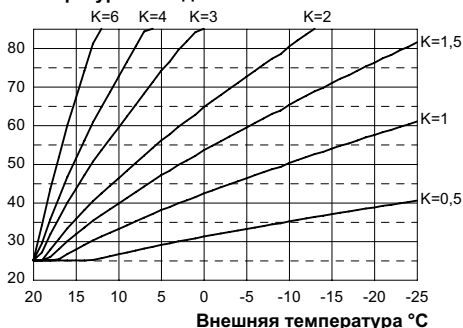
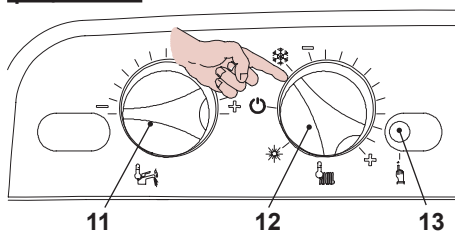

Рисунок 5.57
Рисунок 5.58
При подключении внешнего датчика с целью оптимизации температуры на нагнетании, данный параметр необходимо настроить с учетом производительности системы (Рисунок 5.57).
Например, чтобы обеспечить в системе отопления температуру нагнетания, равную 60 °C, когда внешняя температура равна -5 °C, необходимо установить коэффициент K на 1,5 (пунктирная линия, см. Рисунок 5.57).
- Установите регуляторы 11 и 12 так, как показано на рисунке, см. Рисунок 5.58.
- Для настройки коэффициента К, определенного Рисунок 5.57, войдите в режим программирования, нажав и удерживая в течение 15 секунд кнопку перезапуска **13**, см.Рисунок 5.58 до появления параметра **P01** на ЖК-дисплее; на ЖК-дисплее последовательно отобразятся следующие символы (параметр **P01** будет загораться поочередно с ---).
- Нажмите кнопку перезапуска **13**, см.Рисунок 5.58, и пролистайте параметры до **P15**, предназначенного для настройки коэффициента К. На ЖК-дисплее последовательно отобразятся следующие символы (параметр **P15** будет загораться поочередно с **00**).
- Установите значение, поворачивая ручку, см.Рисунок 5.58, с минимального значения **30** (параметр **P15** чередуются с **30**)
до максимального **255**, в зависимости от кривой коэффициента К, см. Рисунок 5.57.